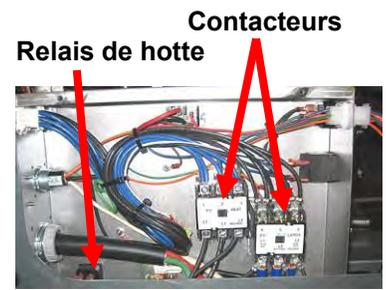

Figure 36
6. Retirez le couvercle pour exposer l'intérieur de la boîte de contacteurs (voir Figure 36).